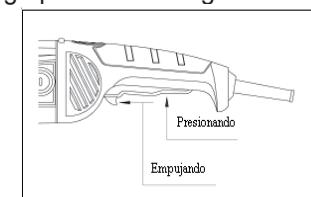

Figura 7
2) Encienda la herramienta presionando ligeramente el botón de encendido/apagado, luego presionando el gatillo de encendido/apagado ligeramente. (Vea figura 7)